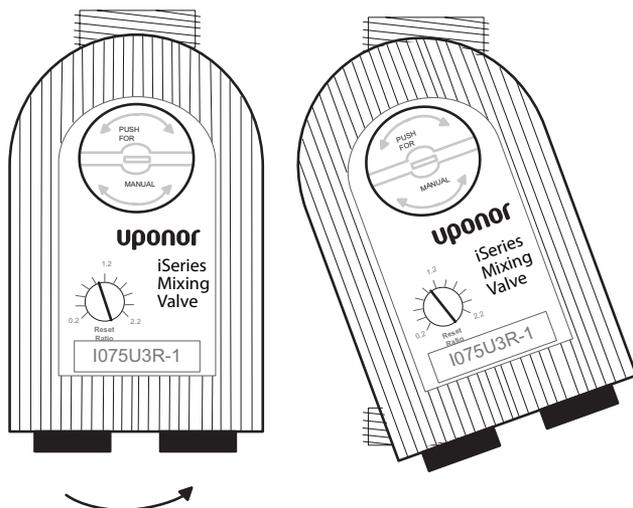

Figure 5 : Démontage de l'actionneur
2. Pour démonter l'actionneur avant le soudage, pivotez-le dans le sens contraire des aiguilles d'une montre d'environ 30 degrés et soulevez-le d'environ  $\frac{3}{4}$ " (voir **Figure 5**).